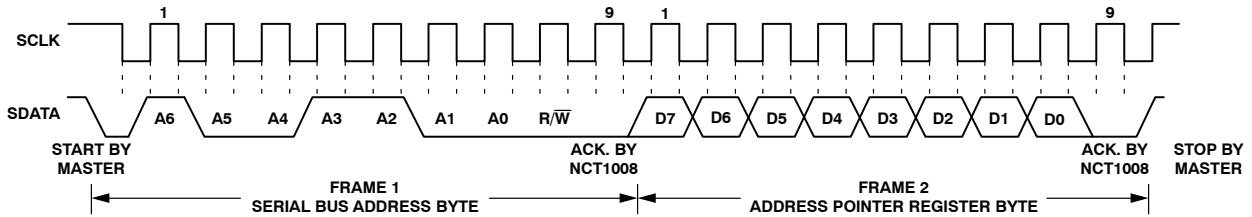
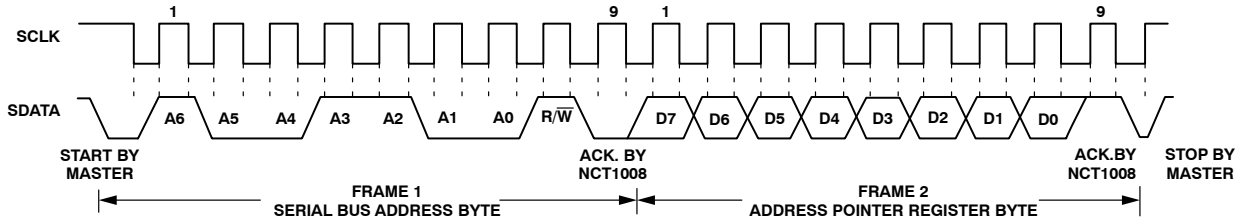

Figure 16. Writing to the Address Pointer Register Only
Figure 17. Reading Data from a Previously Selected Register
- NCT1008のアドレス・ポインタ・レジスタ値が未知または希望の値ではない場合、まずそれを正しい値に設定してから、希望のデータ・レジスタからデータを読み出す必要があります。これは上記のとおり、NCT1008に書き込んで行いますが、レジスタの読み出しアドレスを含むデータ・バイトのみ送信されます。これはアドレス・ポインタ・レジスタにデータが書き込まれないためです。Figure 16を参照してください。次に読み出し操作が実行されます。読み出し操作は、シリアル・バス・アドレス、1にセットされたR/Wビットで構成され、データ・レジスタからのデータ・バイト読み出しがそれに続きます。Figure 17を参照してください。
ができ、Figure 16に示すバス・トランザクションを省略できます。